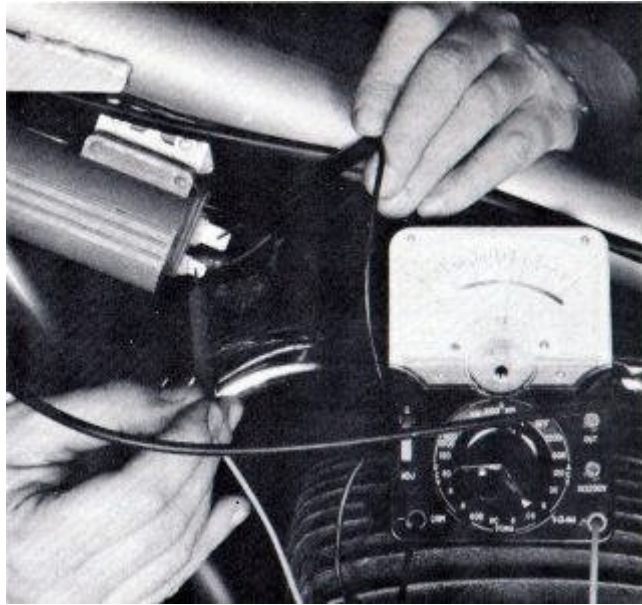

FIG. 143
7. En primer lugar, desconectar los cables negro y azul de la bobina de alta tensión. Ponga un cable del ohmímetro en uno de los terminales de la bobina y el otro conductor en la otra terminal. (Fig. 143) Lea el medidor. Ahora invierta los cables. Si cualquiera de las pruebas mostró un menor de 16 ohmios o más de 38 ohms, sustituya la bobina.